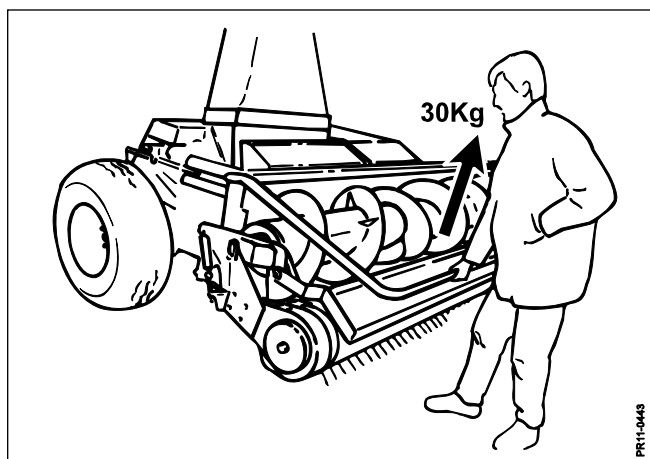

Fig. 3-9
- Fig. 3-9** Dette kontrolleres lettest ved at stå foran pickuppen og trække opad i bøjlen, og vurdere jordtrykket.